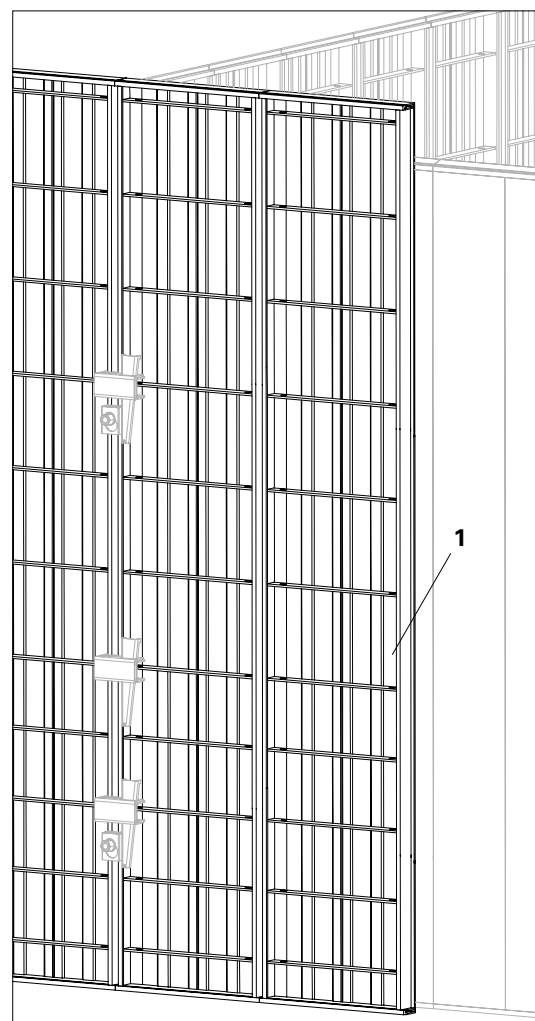

Fig. C2.05
6. Rimuovere i telai per parete aggiuntivi (1) allo stesso modo. (Fig. C2.05)